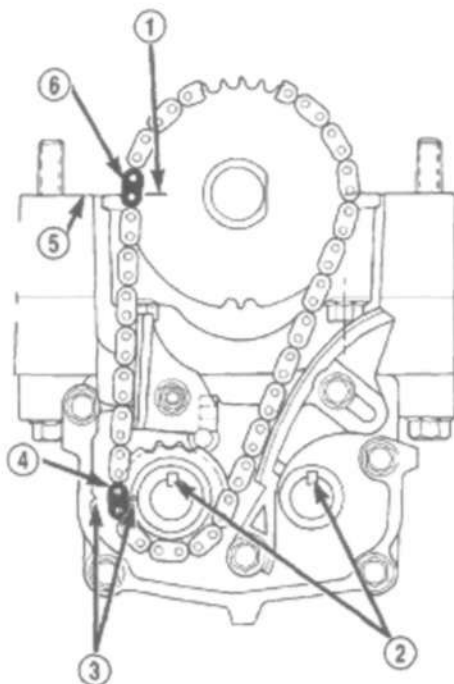

Рис. 120 Установка фаз балансировочных валов
(6) Повернуть коленвал так, чтобы цилиндр №1 оказался в ВМТ. Метки установки фаз на звездочках цепи должны выровняться по линии разъема на левой стороне крышки коренного подшипника №1 (Рис.120).
(7) Расположить цепь поверх звездочки так, чтобы звено цепи с покрытием располагалось на метке установки фаз цилиндра №1 на звездочке балансировочного вала коленвала (Рис.120).
(8) Установить звездочку балансировочного вала в цепь установки фаз (Рис.120) и совместить метку на звездочке (точку) с (нижним) звеном цепи с покрытием.